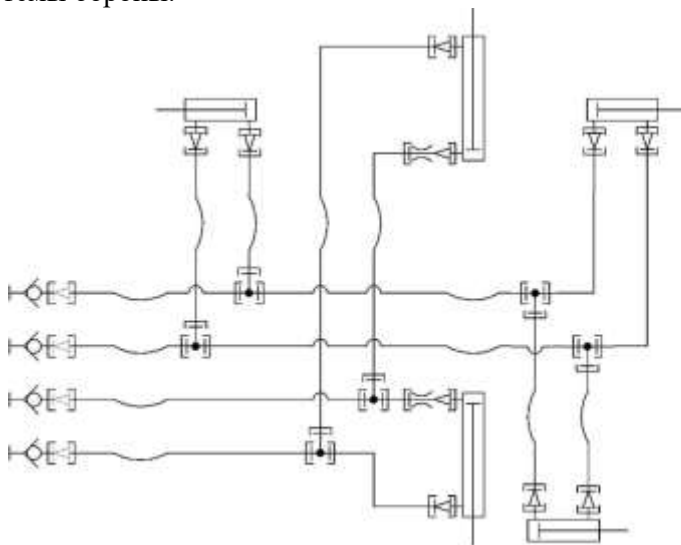

Рисунок 12 – Принципиальная схема гидросистемы бороны
4.3.7 Монтаж гидросистемы. Принципиальная схема (рисунок 12) гидросистемы бороны.